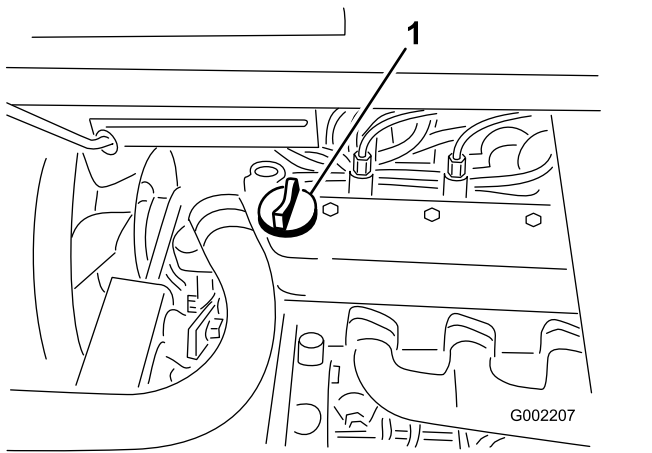

图19
3. 如果机油油位较低、请从气门室盖 (图19) 上拆下加油颈盖、从开口处注入机油、直至油位达到量油尺上的“已满”标记；请参阅 维护机油 \(页码 30\)、了解适合的机油类型和粘度。